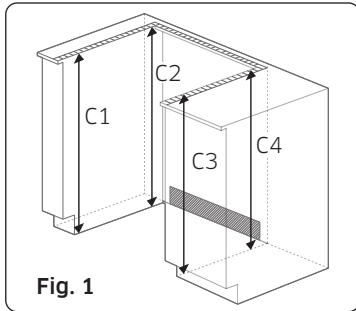

Fig. 1
1. Le comptoir autour de la découpe doit être plat et à niveau (voir la zone hachurée de la figure 1).
2. Avant d'installer l'unité, mesurez les hauteurs des deux côtés de l'armoire (C1-C4), à l'avant et à l'arrière (voir figure 1), du sol au haut du comptoir.